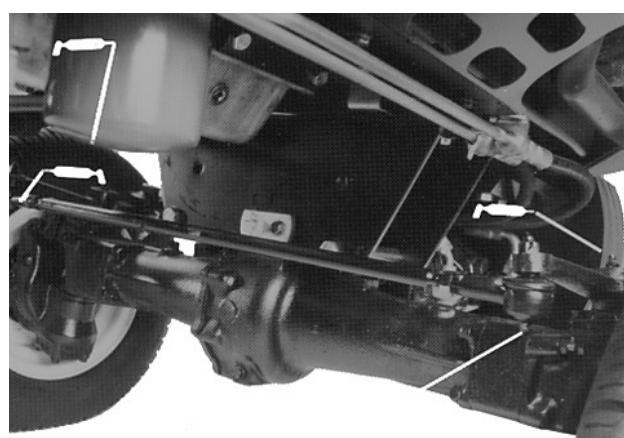

Fig. 26
Macchine con trazione a quattro ruote—tiranti (2); perno centrale (1); articolazione dell'assale (2) (Fig. 26); estremità del cilindro (2) (Fig. 27).